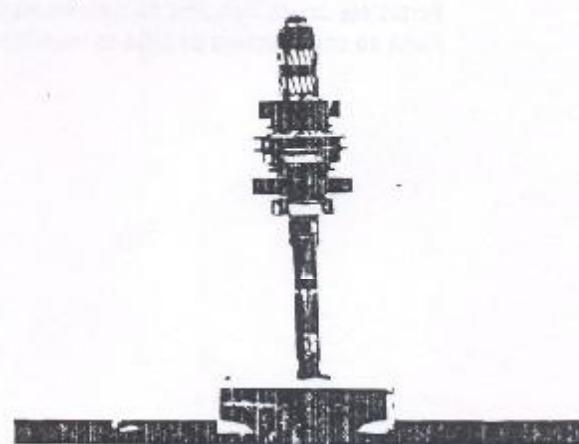

Figura 3.11.2 - Conjunto sincronizador e engrenagem de 3^a removidos.
5. Remover o conjunto sincronizador de 3^a e 4^a velocidades, juntamente com a engrenagem de 3^a velocidade (Figura 3.11.2)